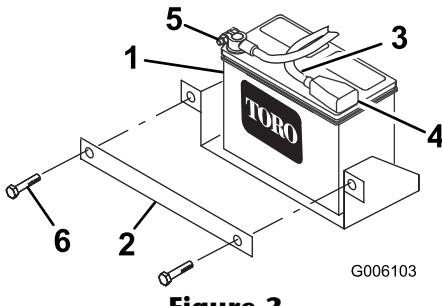

Figure 2
- Enlevez les boulons, les écrous et la barrette de fixation de la batterie (Figure 2).